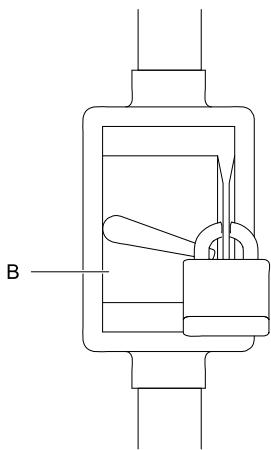

Figure 2 ロックアウトされたヒューズ付き安全スイッチ
1. ヒューズ付き安全スイッチ (B、図 2) がシャットオフおよびロックアウトされていることを確認してください。